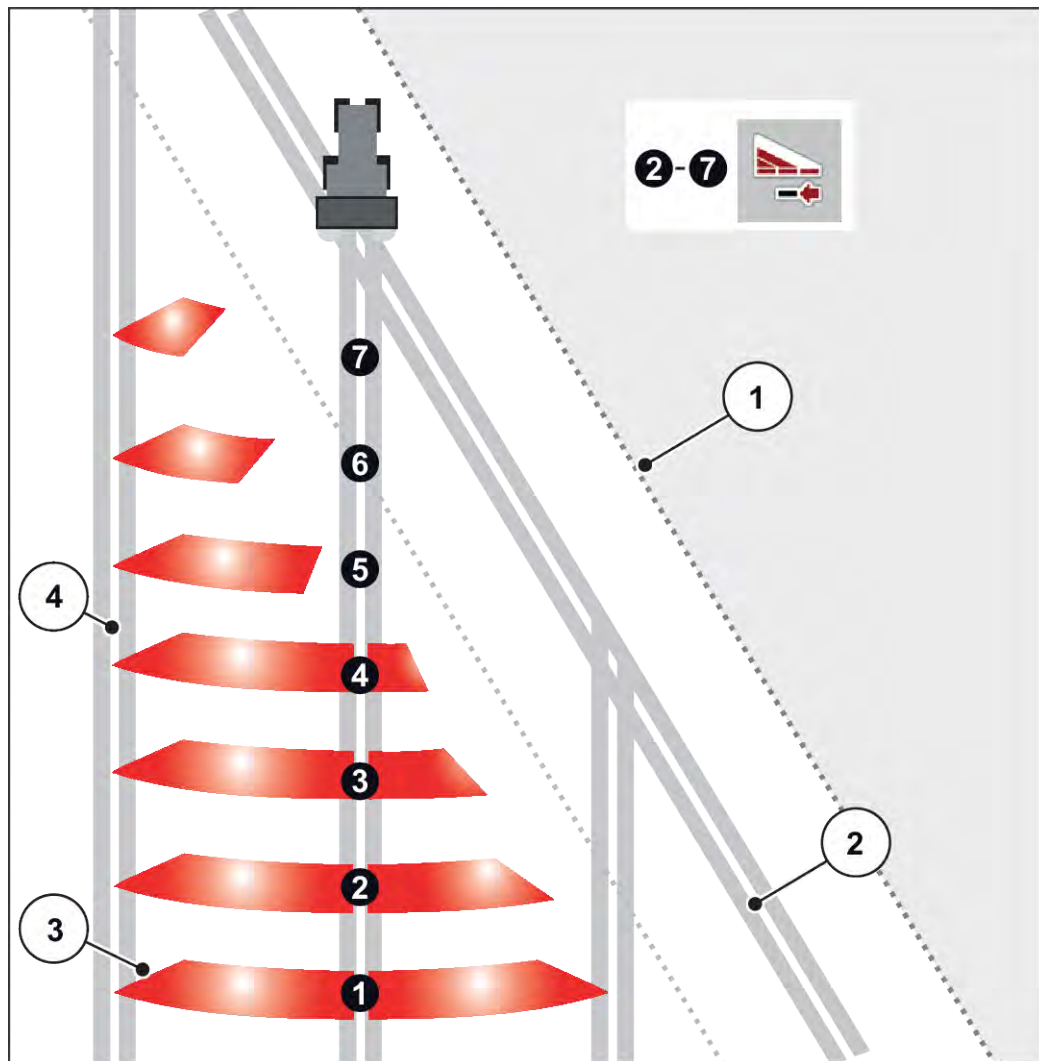

Рис. 41: Автоматичне керування робочою шириною
- Напрямок зміни робочої ширини — ззовні всередину і навпаки. Див.. Рис. 41 Автоматичне керування робочою шириною.